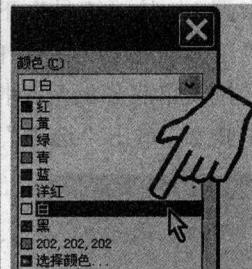

图 1-13 选择白色
步骤 3 进入图 1-12 所示的“图形窗口颜色”对话框后, 从“背景”列表中选择“二维模型空间”, 在“界面元素”列表中选定“统一背景”, 然后单击“颜色”下拉按钮, 接着选择白色, 如图 1-13 所示。
- 在“颜色”下拉菜单中选择“白色”（图 1-13）。